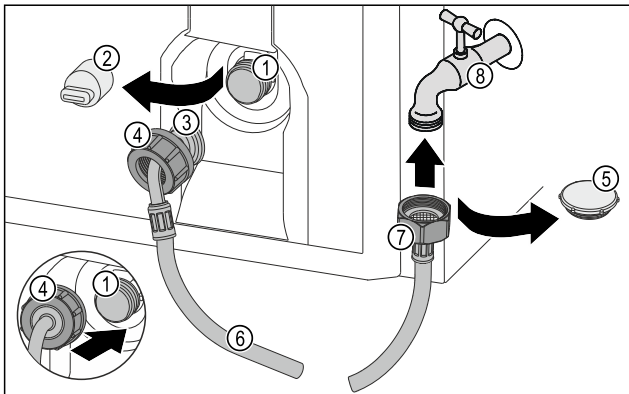

Fig. 47
- ▶ Verschlusskappe Fig. 47 (5) entfernen.
- ▶ Gerades Schlauchende Fig. 47 (7) am Wasserhahn Fig. 47 (8) ansetzen.
- ▶ Mutter am geraden Schlauchende Fig. 47 (7) im Uhrzeigersinn festziehen.